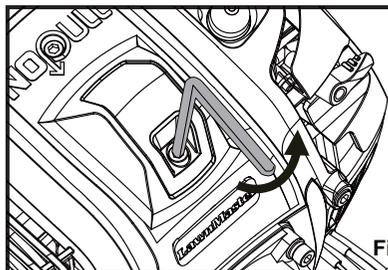

Fig. 39
- Retirez le couvre-bougie d'allumage à l'aide de la clé hexagonale fournie (Fig. 39).